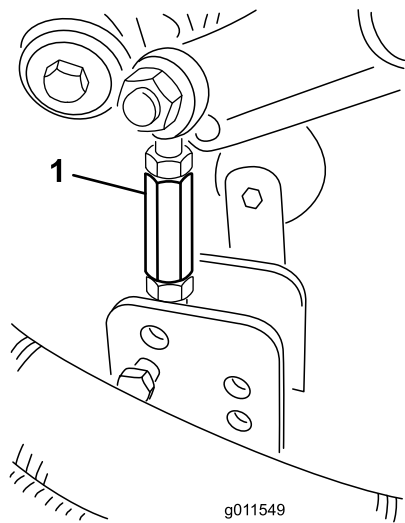
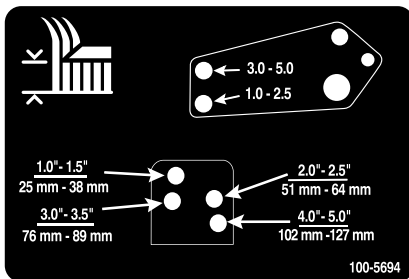

Bild 25
Bild 26
- Entfernen Sie die Splints und Lastösenbolzen, mit denen die Stoßdämpferverbindungen an den Mähwerkbügeln befestigt sind (Bild 25). Fluchten Sie die Stoßdämpferverbindungs Löcher mit den ausgewählten Löchern im Schnitthöheinstellbügel am Mähwerkrahmen ab (Bild 26), stecken die Lastösenbolzen ein und bringen die Splinte an.